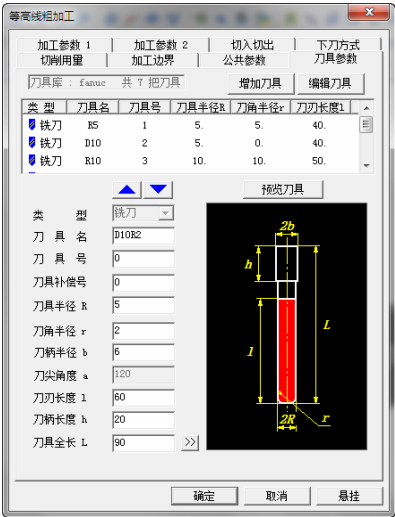

图 8-49 “刀具参数”选项卡
8) 单击“刀具参数”选项卡，选择刀具名称为“D10 R2”，具体刀具参数数值如图 8-49 所示。